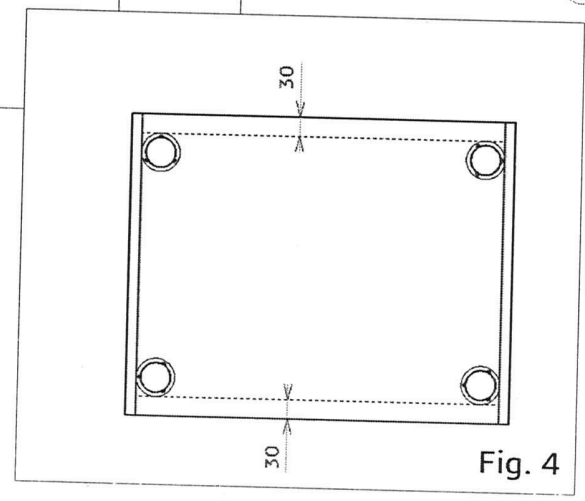

Fig. 4
2. Se prind picioarele (Fig. 4) :